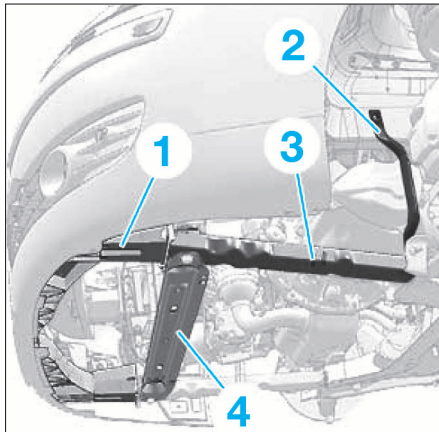

FIG. 1
- Déposer (Fig.1) :
- la poutre (1)
- la traverse de radiateur (4)
- l'allonge de berceau avant (3)
- la biellette (2)